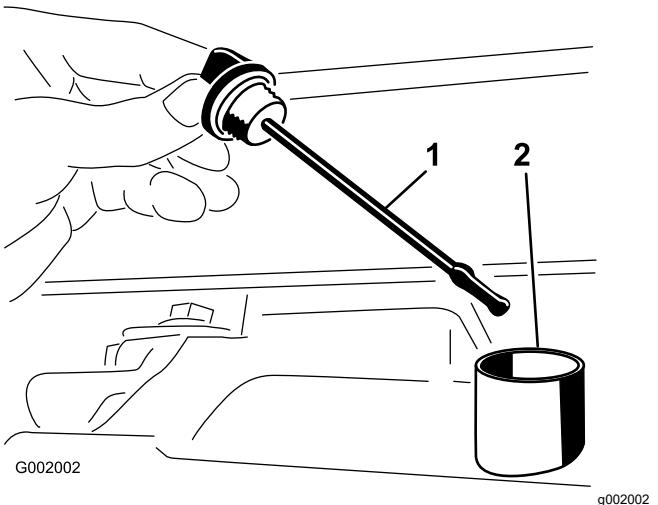

Рисунок 54
- Выньте масломерный щуп моста с коробкой передач и протрите его чистой ветошью (Рисунок 54).